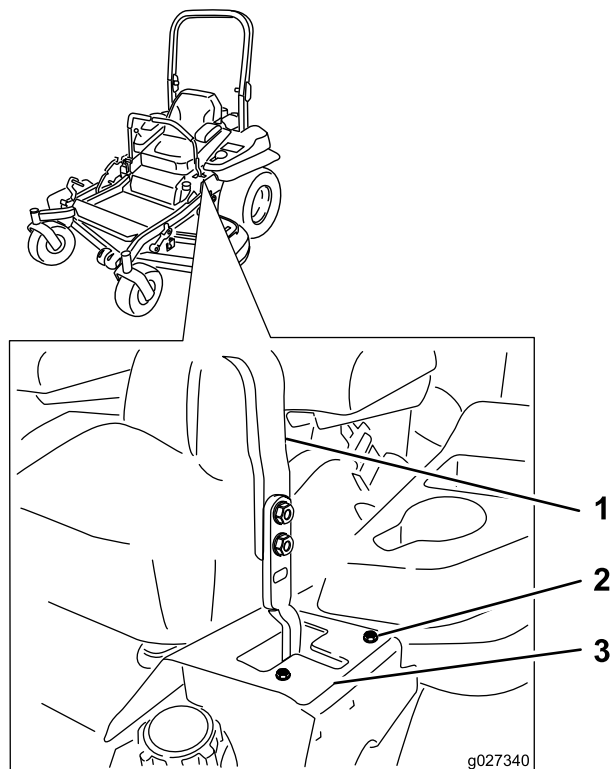

Figura 66
- Si se desvía hacia la izquierda, afloje los pernos y ajuste la chapa del tope derecho hacia atrás en la ranura en T de la derecha hasta que la máquina avance en línea recta (Figura 66).
- Apriete la chapa del tope (Figura 66).
- Si se desvía hacia la derecha, afloje los pernos y ajuste la chapa del tope izquierdo hacia atrás en la ranura en T de la izquierda hasta que la máquina avance en línea recta (Figura 66).